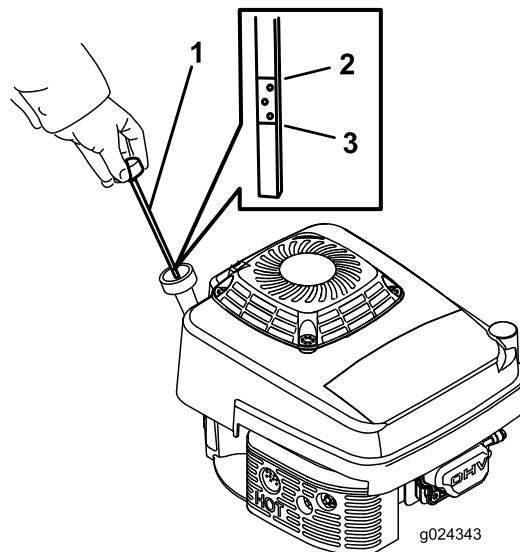

Figure 8
Avant chaque utilisation, vérifiez que le niveau d'huile se situe entre les repères maximum et minimum sur la jauge (Figure 8).
- Nettoyez la surface autour de la jauge (Figure 8).